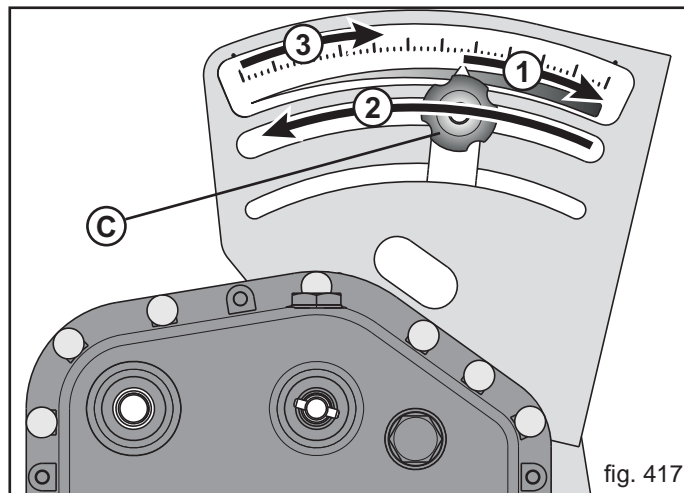

fig. 417
- 5) Afloje el tornillo de fijación situado en la regulación del cambio (C, Fig. 417), colocar la palanca en el fondo de la escala «50» (1), colocarla nuevamente en «0» (cero) (2) y luego colocarla sobre el valor seleccionado (3) (en función de la cantidad de producto a distribuir) utilizando el pomo de regulación. Vuelva a apretar el tornillo de fijación de la regulación del cambio